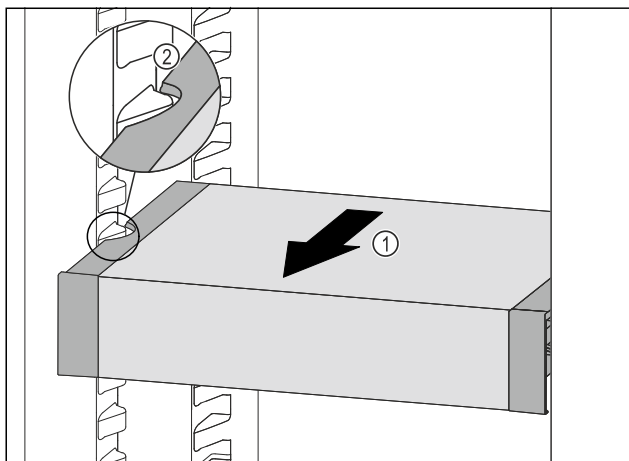

Fig. 178
- ▶ Потягнути VarioSafe вперед Fig. 178 (1), поки бокові заглиблення VarioSafe не опиняться на рівні ребра для ємності в охолоджувальному відділенні. Fig. 178 (2)